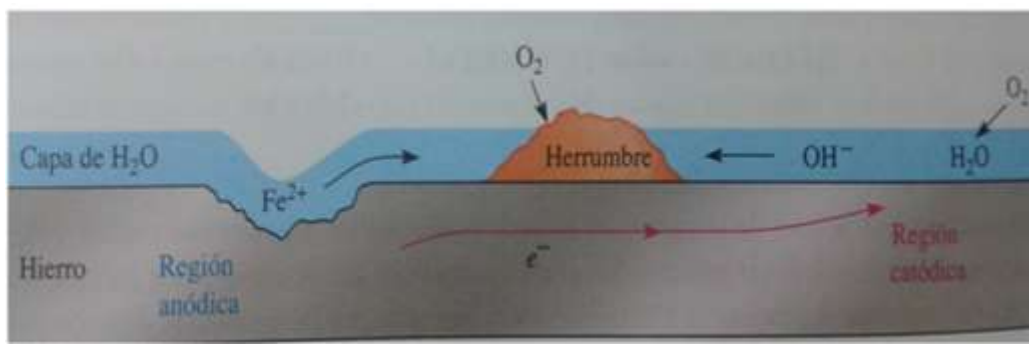

Figura 1
En la figura 1 se observa como fluyen los electrones a lo largo del clavo y las reacciones de óxido reducción.
Se puede apreciar en la figura 1 como los iones  $\text{Fe}^{2+}$  pueden emigrar desde el ánodo, pasando por la disolución, hasta la región catódica, donde se combinan los iones  $\text{OH}^-$  para formar hidróxido de hierro (II). El oxígeno sigue oxidando al hierro al estado de oxidación 3+. La parte oxidada, conocida también como herrumbre, es una forma hidratada compleja de óxido e hidróxido de hierro (III) con composición variable de agua.